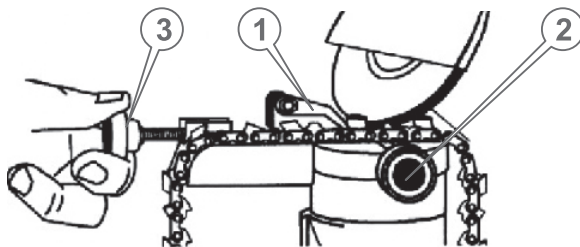

Рисунок 5
3. Опустите шаблон для точной фиксации цепи (1), чтобы шаблон располагался впрытик к тыльной стороне режущего зуба (см. рис. 5), зафиксируйте цепь в этом положении винтом (2).
4. С помощью регулировочного винта фиксатора цепи (3) (см. рис. 5) обеспечьте надежную фиксацию цепи, чтобы не дать возможность цепи перемещаться в пазу в процессе заточки.
Прежде чем продвигать цепь в пазу и выполнять заточку следующего зуба, переведите клавишу «Вкл/Выкл» в положение «Выкл» и дождитесь полной остановки точильного диска. После чего ослабьте крепежный винт (2) (см. рис. 5) и продвиньте цепь для заточки следующего зуба.
При заточке следующего зуба цепи нет необходимости заново регулировать положение шаблона для точной фиксации цепи. Достаточно установить режущий зуб впритык к шаблону и зафиксировать данное положение винтом (2) (см. рис. 5), не допуская свободного перемещения цепи в пазу в процессе заточки.